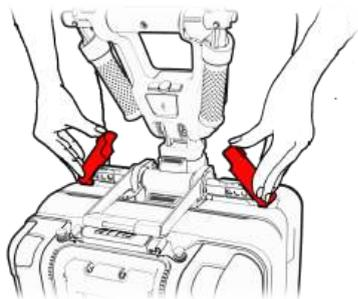

Figura 57
3. Chiudere le due leve di separazione fino allo scatto (vedi Figura 57). Nel caso in cui le leve di separazione richiedano una quantità significativa di forza per funzionare, applicare una pressione orizzontale sull'impugnatura della console di guida verso il centro dell'ATTO. Questo rilascerà la pressione sulle leve di separazione e le renderà più facili da chiudere.